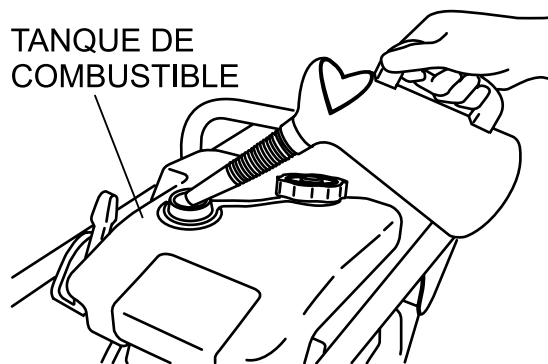
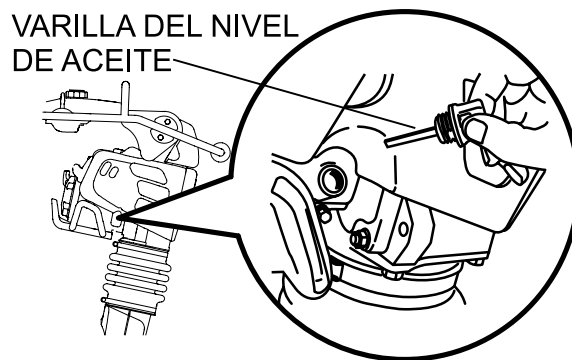

Figura 4. Tanque de combustible
Figura 5. Varilla de nivel de aceite del motor
1. Llene el tanque de combustible (Figura 4) con gasolina sin plomo. Al mismo tiempo, verifique el aceite del motor y tenga el hábito de rellenar con frecuencia (Figura 5).